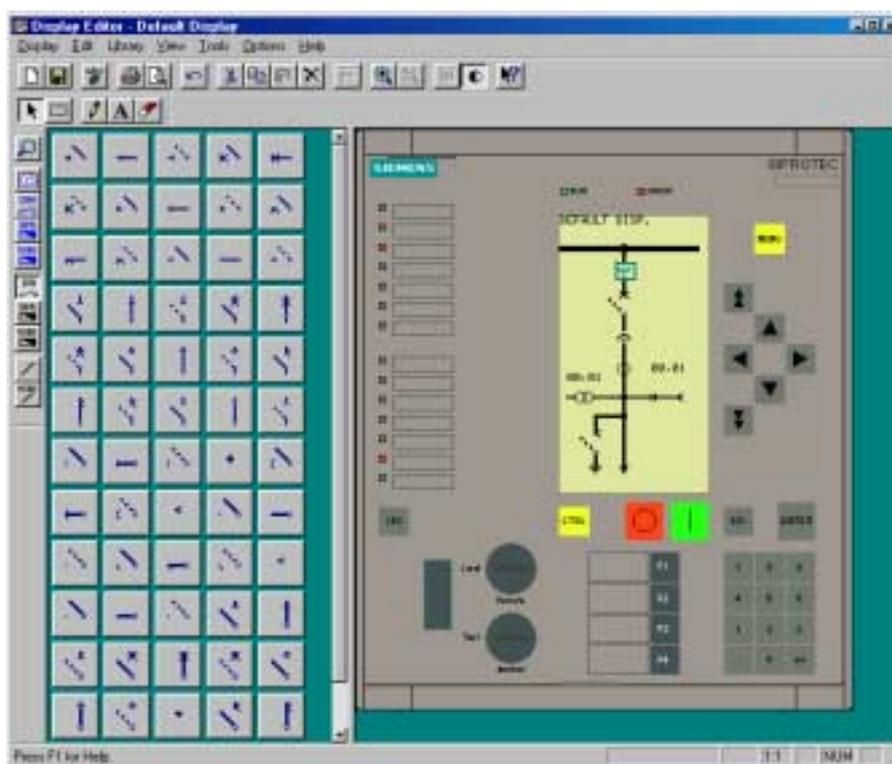

Рисунок 5-47 Дисплей по умолчанию в режиме общего обзора.
- Окончательно проверьте дисплей по умолчанию. Спрячьте сетку, щелкнув по **View -> Grid** (Вид, Сетка). Выбранное оборудование переместите на передний план щелкнув по **View -> Make active**. Просмотреть полностью реле с дисплеем по умолчанию можно щелкнув по **View -> Normal Size** (Вид, Общий обзор). Смотрите Рисунок 5-47.